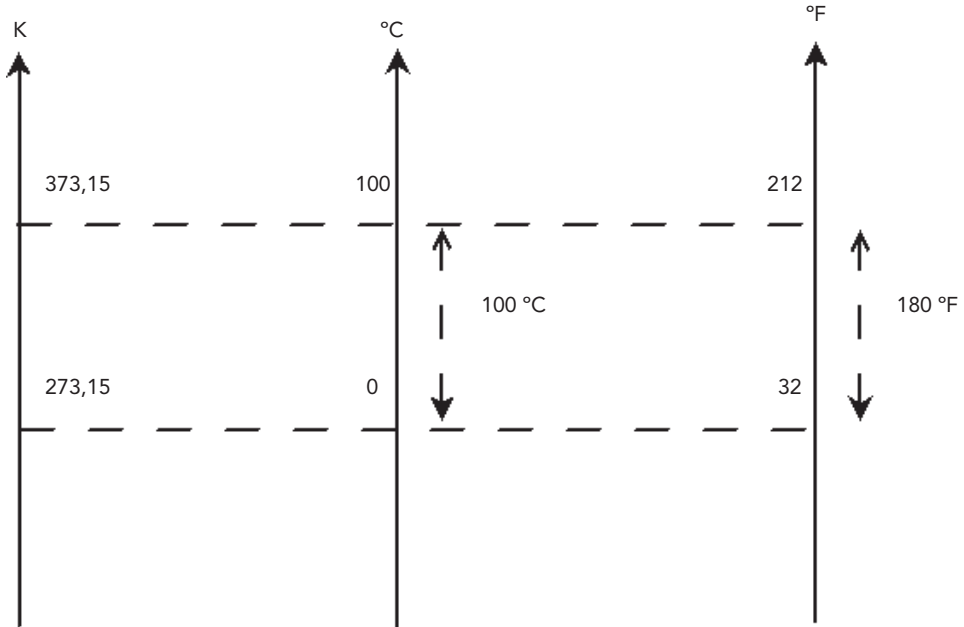

Figure 1.1 – Les trois échelles de températures K, °C, °F.
- La **température**  $T$ , dont l'unité dans le Système International est le kelvin (K). On rappelle aussi les trois échelles de températures (sur la figure 1.1) Kelvin, Celsius et Fahrenheit et leurs correspondances.